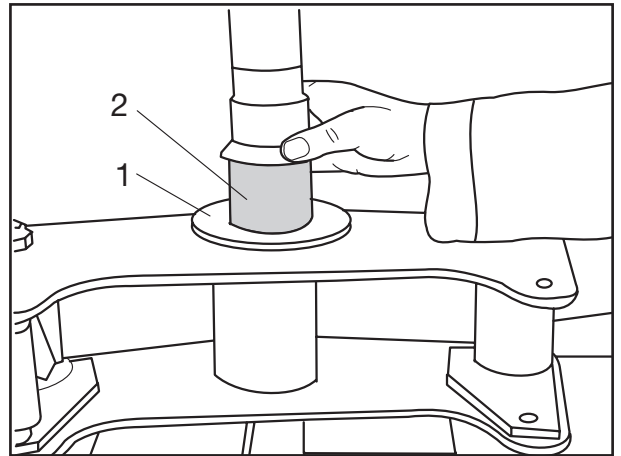

Fig. 7
[11] Ring (Fig. 7/1) auf den Pendelarm legen.
[12] Bronzebuchse (Fig. 7/2) ansetzen und mit Druckstück an jeder Seite außen bündig eindrücken.
- [11] Place ring (Fig. 7/1) on the equalizing beam.
- [12] Insert bronze bush (Fig. 7/2) and press in with thrust piece until flush on each side.
- [11] Placer la bague (fig. 7/1) sur le balancier.
- [12] Mettre en place la douille en bronze (fig. 7/2) et l'enfoncer à l'aide d'un poussoir jusqu'à ce que les bords de la douille affleurent chaque bord extérieur du balancier.